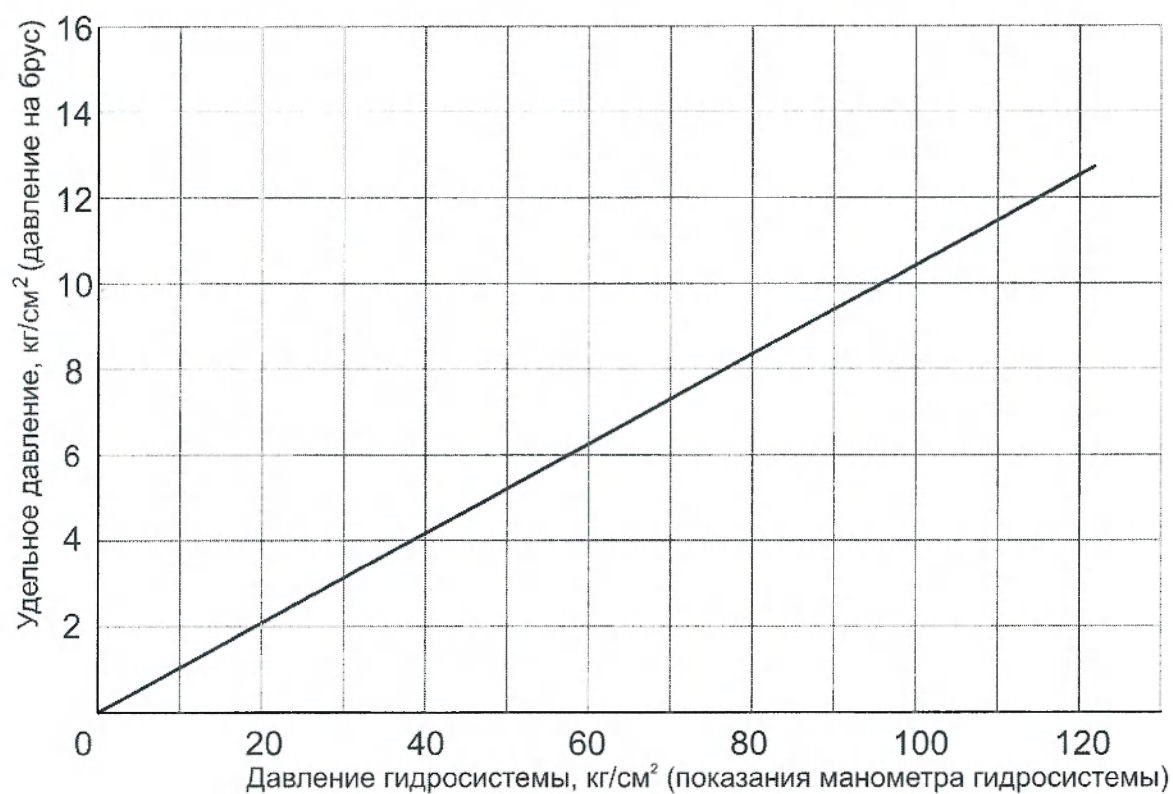

Рисунок 12. График определения давления на массив бруса в зависимости от давления в гидросистеме
1. Перед началом работы оператор должен подготовить пресс для работы с заготовками нужной длины и ширины. Для этого требуется установить необходимые прокладки и настроить давление гидростанции, исходя из удельного усилия прессования (см. диаграмму на рис. 12)